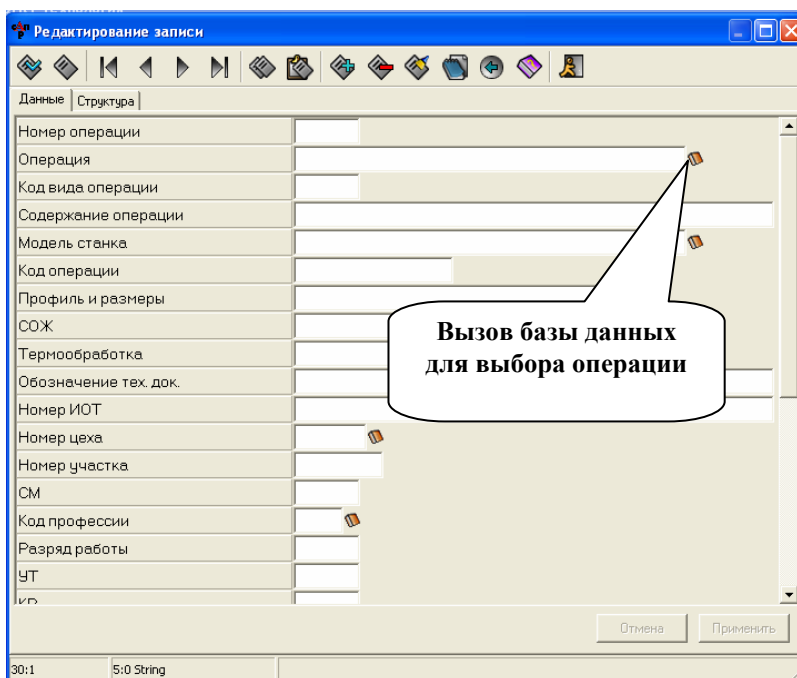
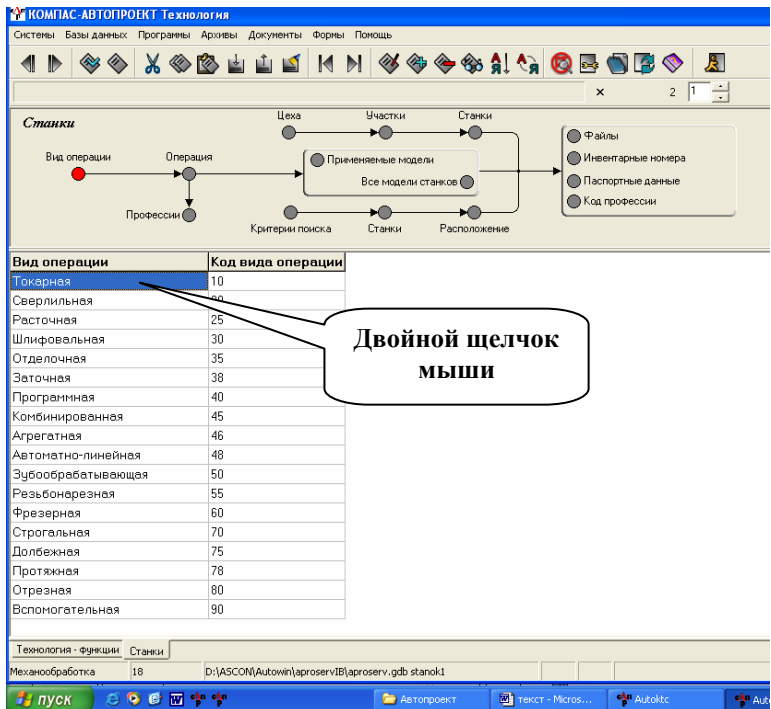

Рис. 14
Рис. 15
- ↗ в рабочем поле появится таблица, в которой присутствует лишь одна пустая запись. Нажмите кнопку редактирования записи или <F4> , появится окно (рис. 14), в котором в поле «Операция» щелкните на пиктограмме «Книга» и система представит вам перечень операций (Рис. 15) из которого выбирается необходимая.